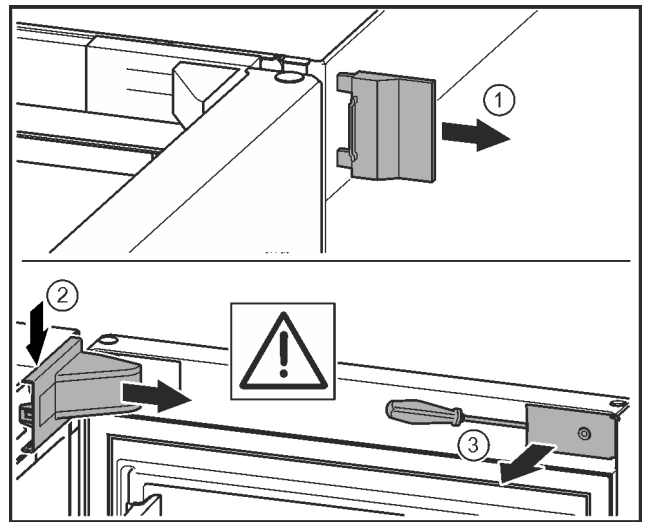

Fig. 9
- Odoberte vonkajší kryt. Fig. 9 (1)
- Očistite a uvoľnite kryt ložiskovej konzoly. Odoberte kryt ložiskovej konzoly. Fig. 9 (2)
- Kryt odistite plochým skrutkovačom a vyklopte nabok. Fig. 9 (3)